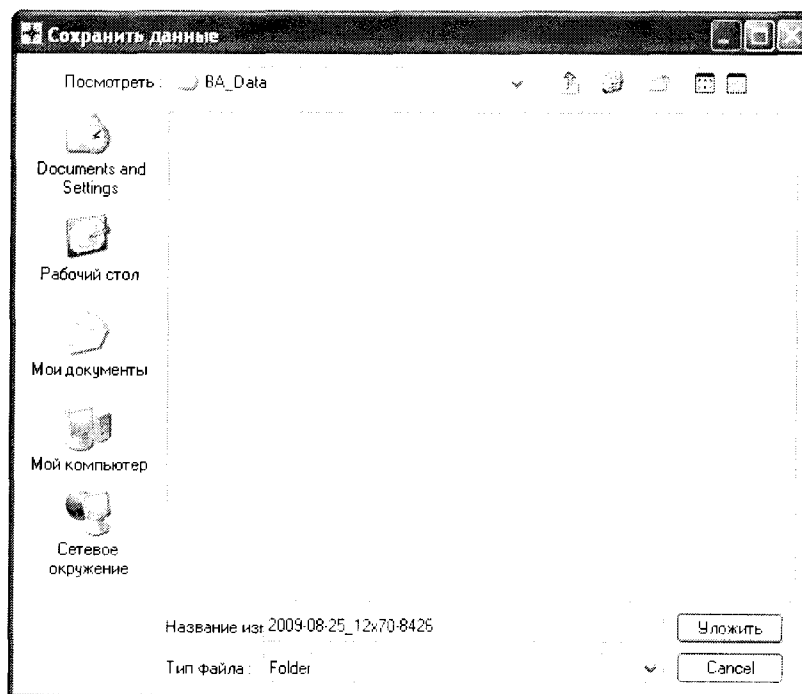

Рис. 7.5 Панель «Сохранить данные»
7.2.2.19 Закрыть панель «Баллистический анализатор», нажатием кнопки  в панели «Баллистический анализатор» (красная кнопка в правом верхнем углу панели). Отобразится панель «Сохранить данные», смотри рисунок 7.5